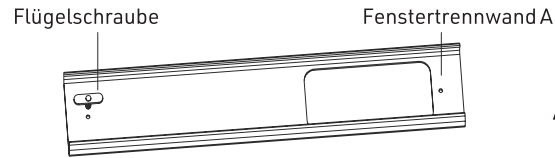

Abb. 1
- 2.) Wie in Abb. 1 gezeigt, setzen Sie die Flügelschraube in die Öffnung der Fenstertrennwand A ein;